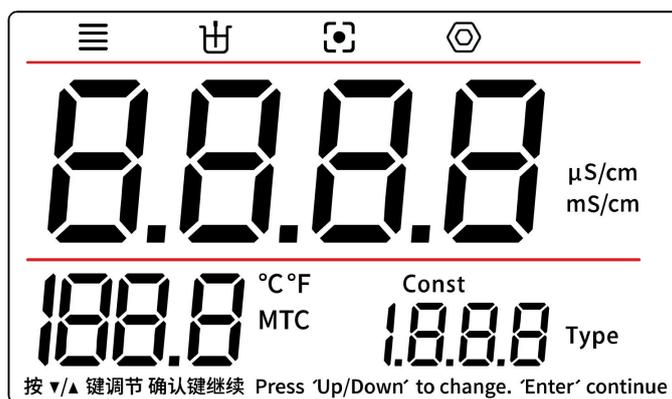

图 2 4 寸屏幕段码标识示意图
(2) 4 寸显示屏整体设计如下(图 2)：上方为主功能及显示状态提示区(包括数据稳定标记、测量功能、标定功能、设置功能、锁定标记)；中间为测量结果区(包括电导率值、TDS、电阻率值、盐度等)；下方左侧为温度值；下方右侧为电极常数。